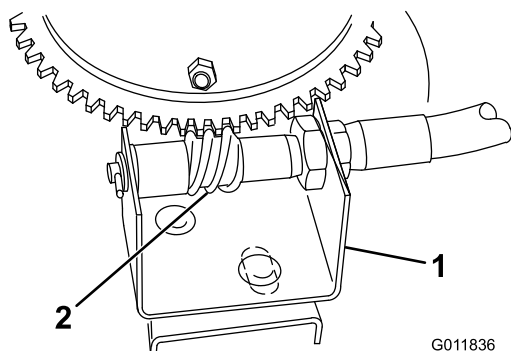

Figure 8
1. Desserrez les vis de fixation (Figure 8) en poussant fermement la vis sans fin contre les dents de la couronne de retenue.